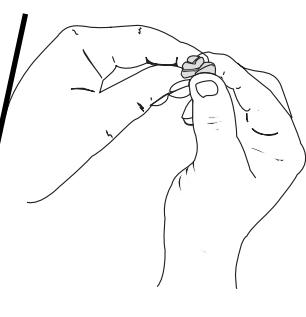

Fig. 29
5. Apriete el filtro para esparrir y retirar el exceso de aceite (Fig. 29).